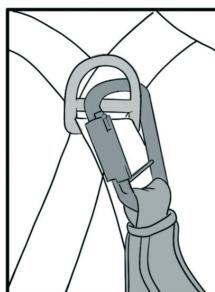

fig.2
2. Sprawdzić, czy łącznik użytkownika jest przymocowany do zaczepu uprzęży, przed przystąpieniem do wykonywania prac na wysokości, a w razie konieczności, czy klucz jest zaciśnięty (rys. 2).